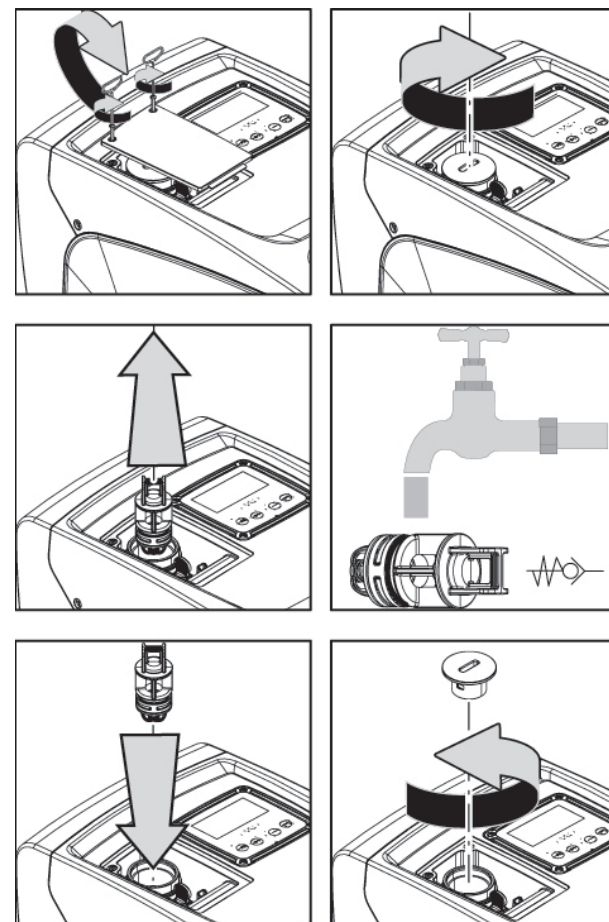

Abbildung 21
1. die Zugangsklappe zum Fach für die außerordentliche Wartung ausbauen (Abb.1 Seite F), indem die 2 Verschlusschrauben mit dem Zusatzwerkzeug gelöst werden. Es empfiehlt sich die Schrauben nicht ganz zu entfernen, damit sie verwendet werden können, um die Klappe abzuziehen. Darauf achten, dass die Schrauben nach dem Ausbauen der Klappe nicht in das Innere des Systems fallen (Abb.21);
2. mithilfe eines Schraubendrehers den 1"1/4 Deckel ausbauen, um auf das Rückschlagventil zuzugreifen (Abb.21);
3. mithilfe einer Zange die Kartusche des Rückschlagventils ohne zu drehen abziehen, indem an der vorbereiteten Brücke angesetzt wird (Abb.21): Dieser Vorgang könnte eine gewisse Kraft erfordern;
5. die komplette Kartusche erneut in ihren Sitz einsetzen: Der Vorgang verlangt die notwendige Kraft für das Zusammendrücken der beiden O-Ring-Dichtungen (Abb.21);
6. den 1"1/4 Deckel bis zum Anschlag einschrauben: falls die Kartusche nicht korrekt in ihren Sitz eingedrückt wurde, erfolgt dies spätesten beim Einschrauben des Deckels (Abb.21);
7. die Klappe wieder anbringen und die 2 Schrauben festziehen (Abb.21).